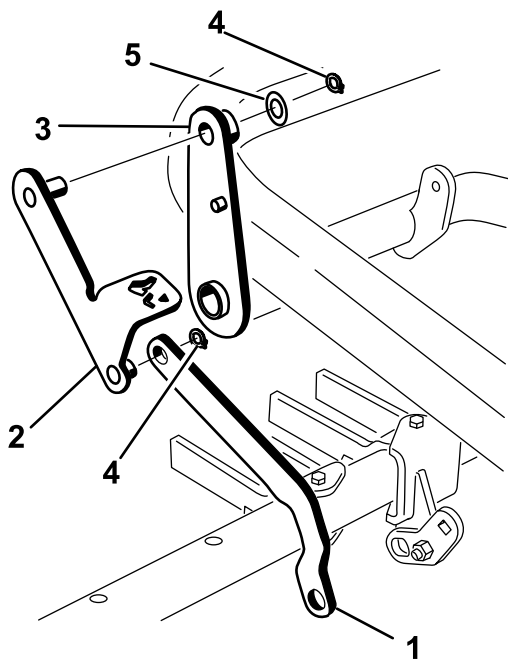

图 15
3. 将机具架连杆的末端滑到踏杆总成的短立柱上并用卡环固定图 15。
- 穿过控制杆总成的顶部将立柱安装到踏杆总成的另一端并使用垫圈 7/8 英寸和卡环将其固定如图 15。